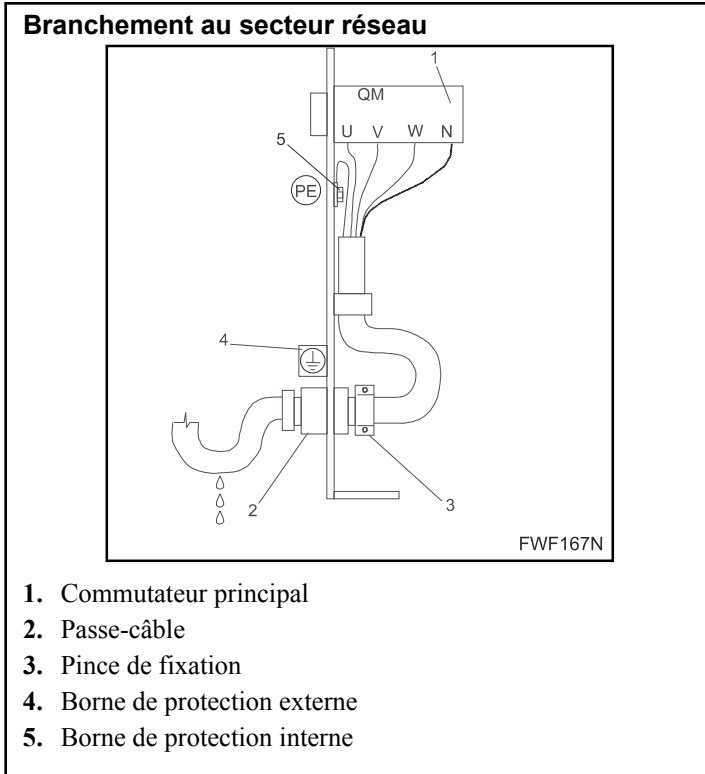

Figure 30
- a. Si l'on fait passer le câble par dessus il est conseillé de faire une boucle d'égouttement en amont du manchon de câble (voir *Figure 30*). Cela afin d'éviter que l'eau condensée ne s'introduise dans le manchon de câble et éventuellement dans la machine.
Se reporter à la *Figure 30*.